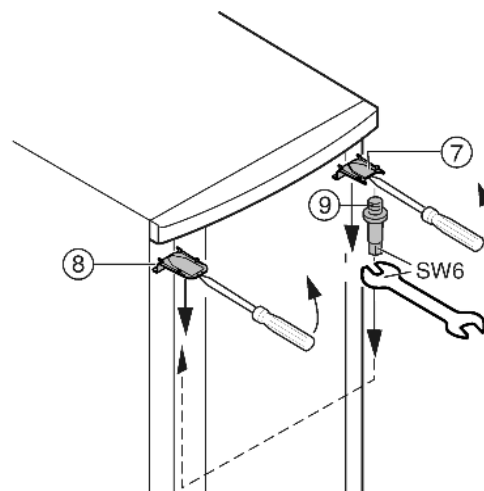

Fig. 7
- ▶ Faire décliquer le cache Fig. 7 (7) en haut et le cache Fig. 7 (8) avec un tournevis devant et l'enlever diagonalement vers le bas.
- ▶ Dévisser le pivot d'appui Fig. 7 (9) et le visser du côté opposé (**avec 4 Nm**).
- ▶ Remonter le cache Fig. 7 (7) du côté du pivot d'appui : l'insérer par l'arrière et l'encliquer sur l'avant.
- ▶ Monter le cache Fig. 7 (8) sur le côté opposé: l'insérer par l'arrière et l'encliquer sur l'avant.
- ▶ Accrocher la porte dans le pivot d'appui Fig. 7 (9) supérieur.